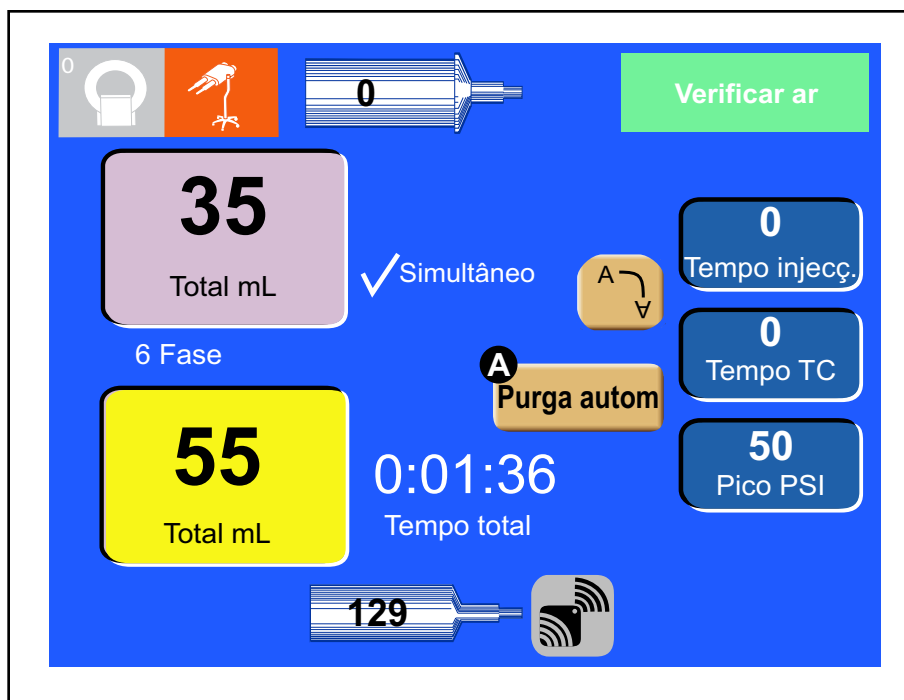

Figura 5-5-1 Tecla [Auto Purge] (Purga automática) localizada na tela da cabeça motorizada
4. Pressione a tecla [Remoção] **A** localizada como mostrado na Figura 5-5-1. As seringas devem estar cheias e a cabeça motorizada deve estar na posição vertical para que a tecla [Remoção] fique ativa. O console será travado e exibirá a mensagem "Auto Purge is in process at the Powerhead" (Purga automática em andamento na cabeça motorizada). **OBSERVAÇÃO:** O "Primeiro lado a remover" é selecionado na tela Configuração. Se ambos os lados (A e B) contiverem uma seringa, mas se o protocolo tiver somente um lado programado, somente aquele pistão será movido.